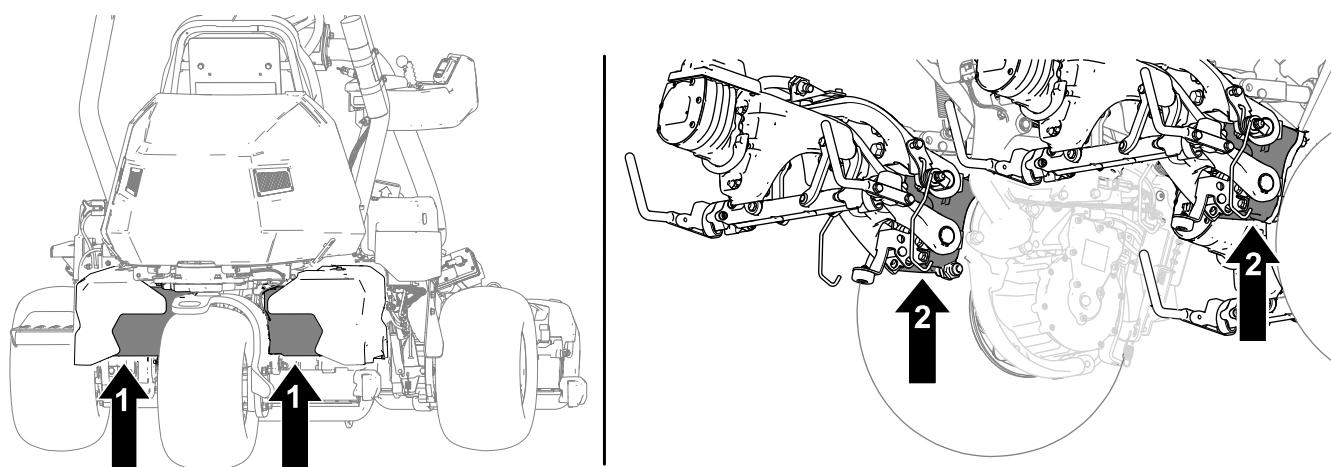

Figura 35
2. Dopo il sollevamento della macchina, usate un cavalletto opportuno sotto le seguenti aree per supportare la macchina (**Figura 35**):